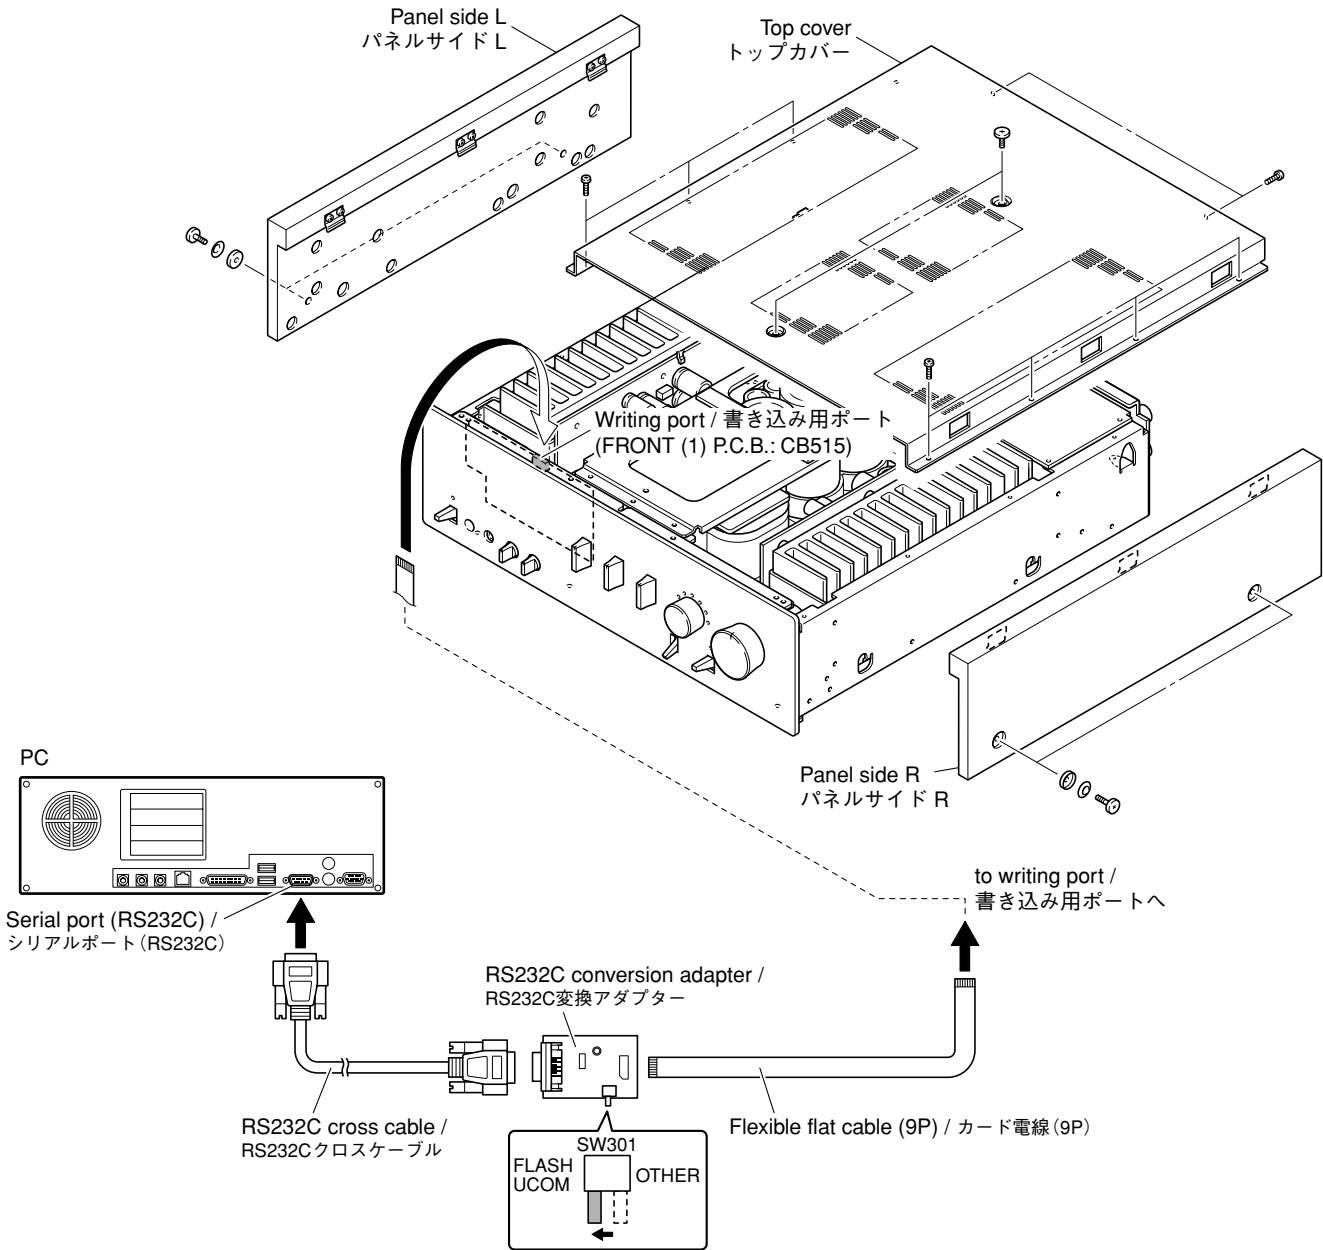

Fig. 1
3. Set the switch (SW301) of RS232C conversion adapter to the "FLASH UCOM" side. (Fig. 1)
4. Connect the writing port of this unit to the serial port (RS232C) of the PC with RS232C cross cable, RS232C conversion adapter and flexible flat cable as shown below. (Fig. 1)
3. RS232C変換アダプターのスイッチ(SW301)を"FLASH UCOM"側に設定します。(Fig. 1)
4. 本機の書き込み用ポートとPCのシリアルポート(RS232C)を下記のように接続します。(Fig. 1)